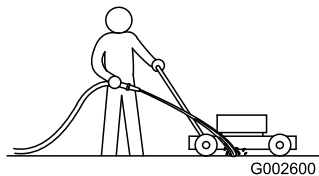

Figura 46
1. Collocate il tosaerba su una superficie piana pavimentata, con il motore acceso, e spruzzate un getto d'acqua davanti alla ruota destra posteriore (Figura 46).